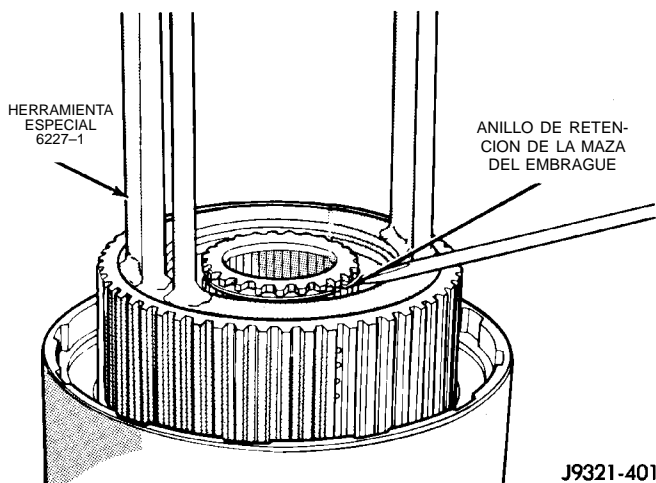

Fig. 243 Instalación del anillo de retención de la maza del embrague
(25) Instale el anillo de retención de la maza de embrague (Fig. 243). **Asegúrese bien de que el anillo de retención esté totalmente asentado en la acanaladura del anillo del engranaje solar.**
(26) Libere lentamente el émbolo de la prensa, retire las herramientas de compresión y el conjunto del tren de engranajes.